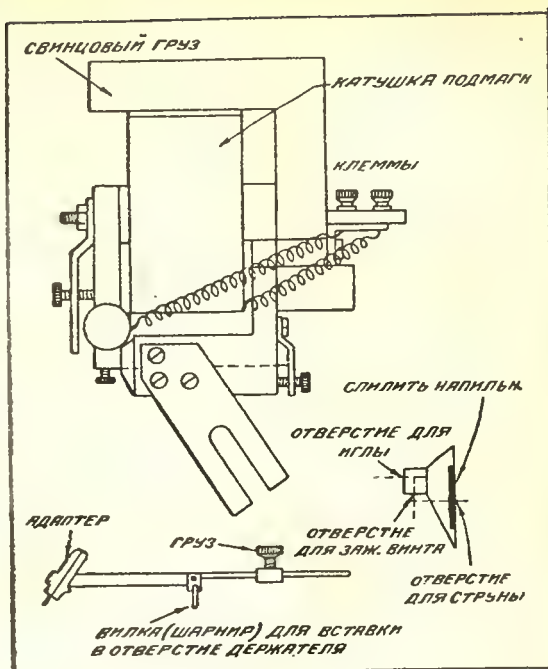

Рис. 5. Рекордер
1. Перемещена катушка подмагничивания, как показано на рис. 5, вследствие чего достигается более сильное намагничивание полюсных наконечников и уменьшаются искажения. Кроме того значительно удобнее наматывать катушку отдельно и уже намотанной ставить ее на место.
спинкой, а только двумя точками (рис. 5). Перед тем как пропустить струну через отверстие в якоре, нужно обязательно завязать на ней узелок, чтобы от сильной натяжки струна не вырвалась. Отверстие в якоре, через которое проходит струна, нужно раззенковать, чтобы утопить узелок.
В своем аппарате я использовал адаптер завода «Радиот». Из этого адаптера удален винт для зажима иглы и смягчена резина якоря, чтобы якорь свободно колебался, но не прилипал к наконечникам. Адаптер следует сбалансировать грузом, как показано на рис. 5.